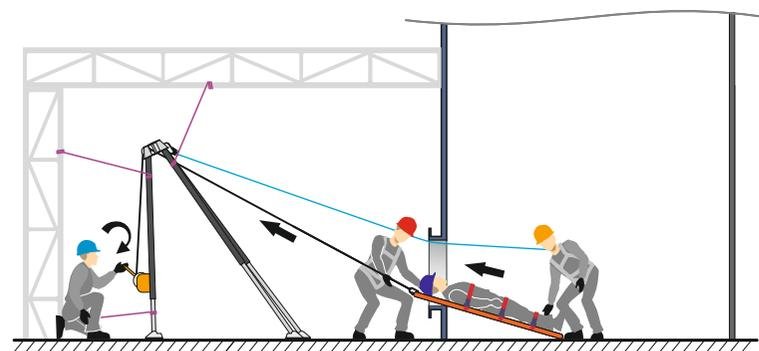

Рис. 16 Эвакуация пострадавшего из ОЗП.
13. Спасатель № 2 принимает пострадавшего снаружи, спасатель № 2 следит за пострадавшим внутри ОЗП (рис. 16).